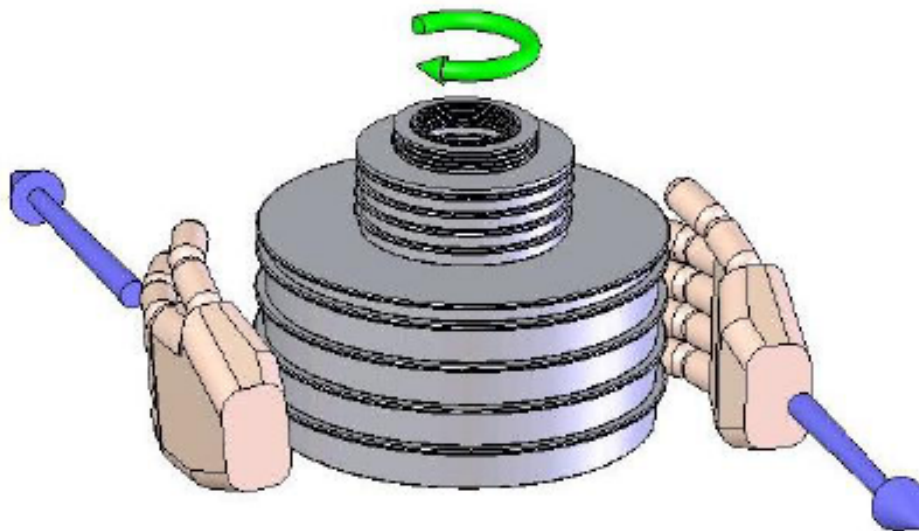

图 3-2. 砝码旋转
6. 轻轻地顺时针旋转砝码组，使它转动，速度介于约 10 和 60 rpm 之间。当转动砝码时：把手掌放在砝码组两侧并“滚动”砝码组（让两手沿相反方向拉动），避免施加侧向负载，参见图 3-2。当活塞触及行程上限或下限时，**不要旋转砝码**。